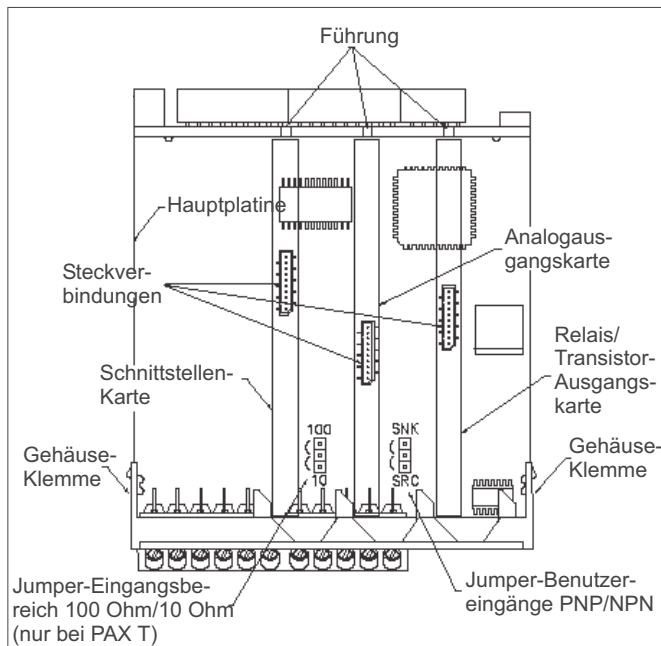

Bild 4.1: Ausgangskarten
Die Ausgangskarten haben feste Einbaupositionen. Die Steckverbinder der Karten sind so konstruiert, daß jede Karte nur auf eine bestimmte Position paßt. Die Einbauposition der Karten sind aus Bild 4.1 ersichtlich.
2. Stecken Sie die Ausgangskarte auf den entsprechenden Steckplatz (siehe Bild 4.1).
- Logik der Benutzereingänge (Werkseinstellung NPN) (Bild 4.1)